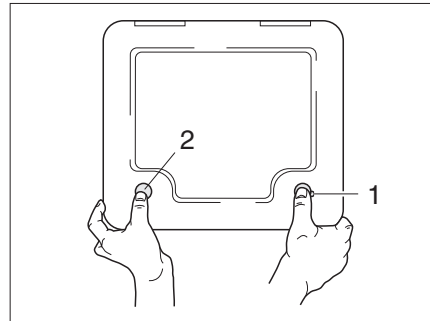

Bild 14 Außenklappe Thetford-Kassette mit Magnet
- ▶ Schlüssel in Schließzylinder des Druckschlusses (Bild 14,1) stecken und eine viertel Umdrehung drehen.
- ▶ Druckschloss (Bild 14,1) und magnetischen Druckknopf (Bild 14,2) gleichzeitig mit dem Daumen drücken und Außenklappe öffnen. Die Außenklappe (Bild 14) wird vom magnetischen Druckknopf (Bild 14,2) an der Außenwand des Campervans gehalten.
- ▶ Schlüssel in Schließzylinder (Bild 14,1) stecken und eine viertel Umdrehung drehen.